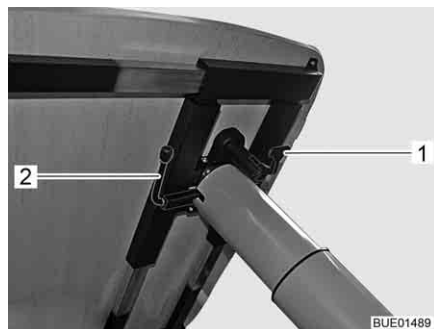

Fig. 112 Réglage table à hauteur réglable
- Rabattre le levier de verrouillage (Fig. 112,1) vers le bas.
- Faire pivoter le levier (Fig. 112,2) sous le plateau de table à 180° dans le sens des aiguilles d'une montre. Le mécanisme de réglage de hauteur se trouvant dans le pied de table est déverrouillé.
- Faire pivoter le levier (Fig. 112,2) sous le plateau de table à 180° dans le sens des aiguilles d'une montre. Le plateau de table s'élève alors automatiquement jusqu'à la butée de fin de course.